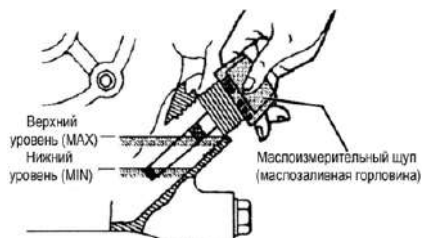

Рис. 5. Уровень масла в двигателе
- проверить уровень масла в двигателе и добавить, если его уровень низок (см. рис. 5);